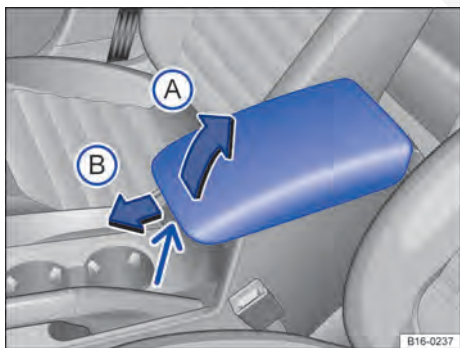

Fig. 68 Descansa-braço central dianteiro.
Para *levantar*, pressionar o destravamento (seta) e puxar o descanso-braço central gradativamente para cima no sentido da seta ⇒ Fig. 68 ①.